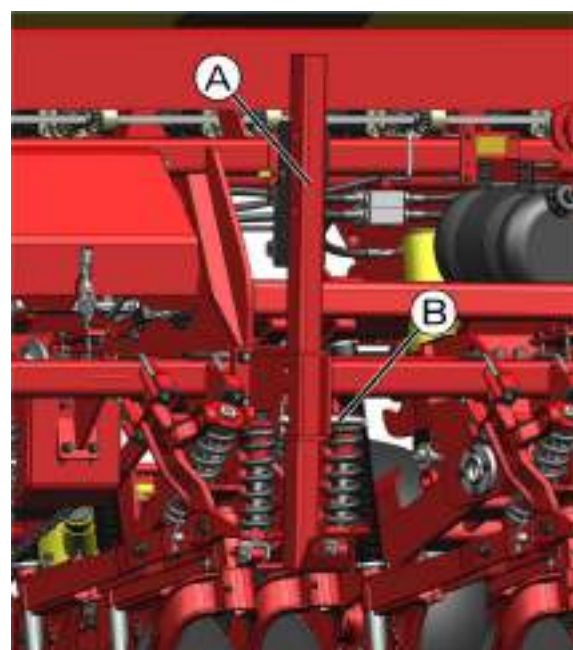

fig. 28
Retire o pino e o grampo “R” (B) e abaixe o pé de apoio (A) (fig. 28). Alinhe a furação superior do pé de apoio com a furação do suporte e trave novamente.